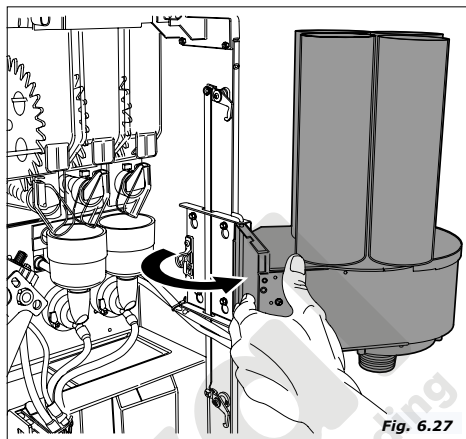

Fig. 6.27
- sujetar el cup dispenser con la columna correspondiente de vasos y moverlos hacia adelante determinando la rotación hacia el exterior de la máquina (Fig. 6.27)